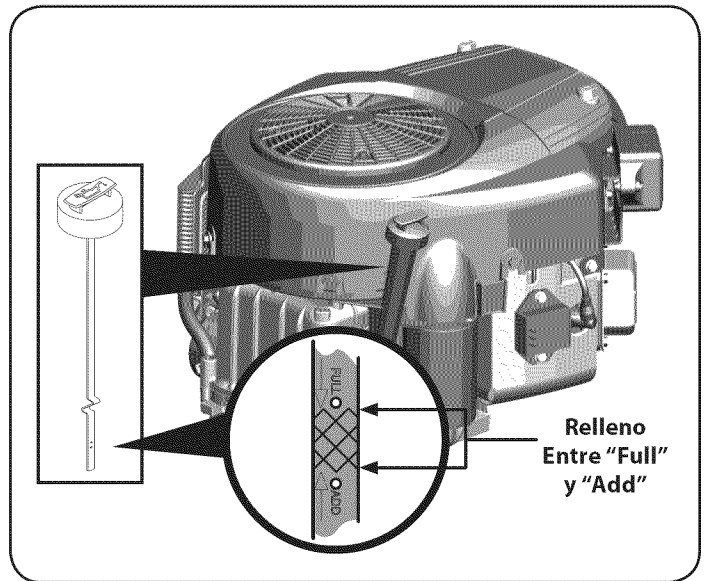

Figura 10
2. Retire el tapón de llenado / varilla de medición y Limpie la varilla. Véase la Figura 10.